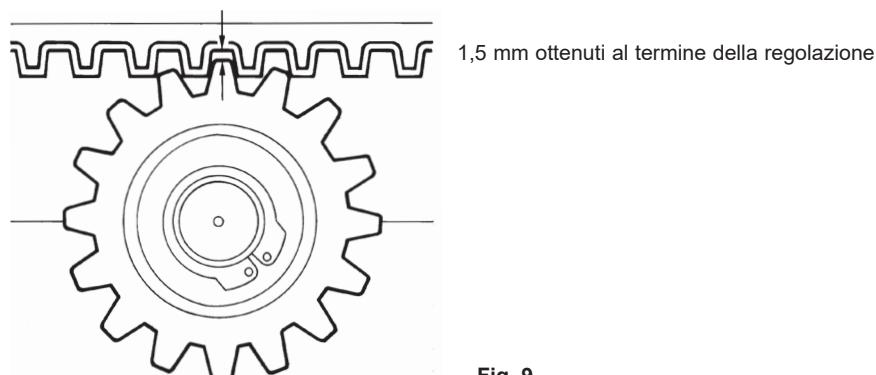

Fig. 9
- Si deve garantire un gioco di 1,5 mm. tra pignone e cremagliera su tutta la lunghezza del cancello (Fig. 9). Per regolare il gioco tra pignone e cremagliera fare riferimento al paragrafo "6 - Regolazione in altezza e fissaggio dell'attuatore".